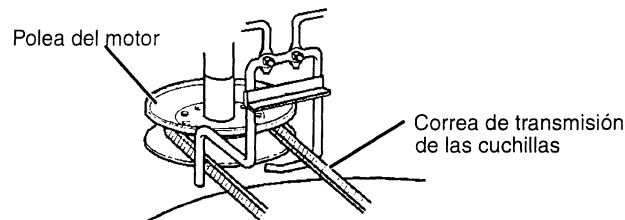

FIGURA 52
- Instale la correa de transmisión de las cuchillas en la polea del motor (vea la Figura 52).